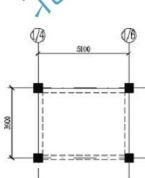

图 5.50 复制并修整图形
(3) 在指定基点或 [位移(D)]<位移>: 提示下, 在 XB-1 内部任意位置单击一点作为复制基点。
(4) 在指定第二个点或<使用第一个点作为位移>: 提示下, 将图形放到标准层结构平面图的右上角空白处。
(5) 将上面复制出的图形修整至图 5.50 所示的状态。